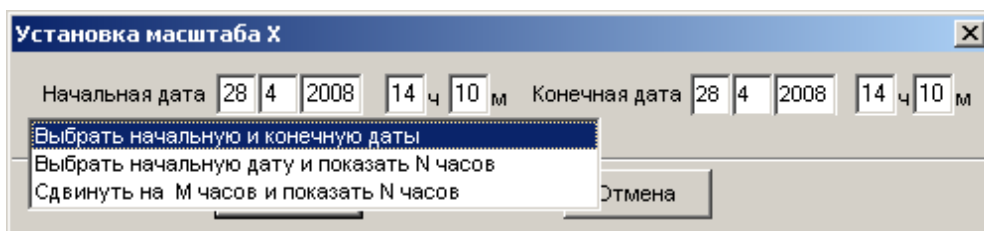

Рис. 33. Окно установки масштаба оси X.
- **Задать масштаб X (Ctrl+Alt+X)** - задать вручную начала и конец области просмотра по оси X. При этом появляется окно, показанное на рис. 33. Для выбора режима масштабирования необходимо нажать клавишу ↓, при помощи управляющих клавиш и клавиши Enter выбрать нужную строку и, в зависимости от выбора, ввести нужные параметры: